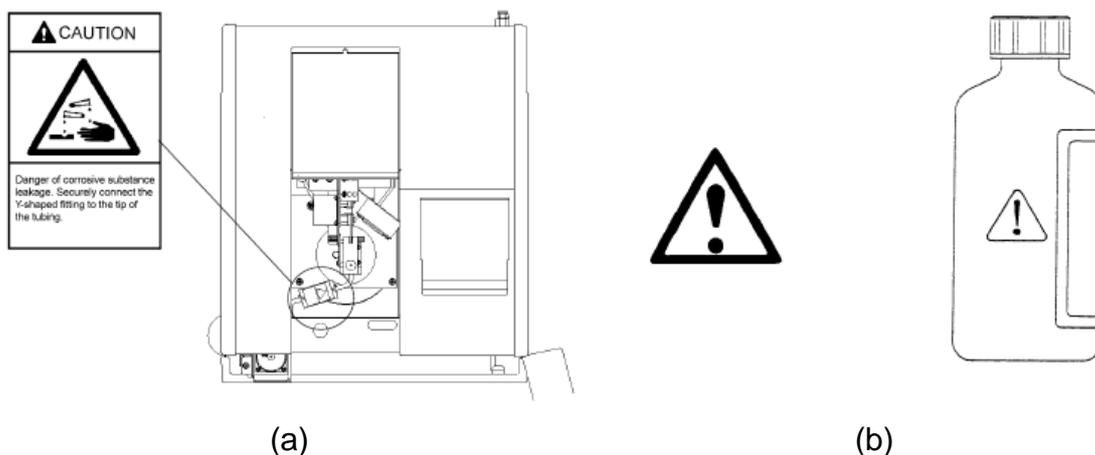

Figura 2.4.2 – Pontos de advertência sobre corrosão no TC (a) e do frasco reagente de IC (b).
O líquido descartado do tubo do dreno conectado ao injetor de carbono total (TC), Figura 2.4.2 (a) contém ácido e outras substâncias corrosivas. Verificar se a ponta do tubo de dreno está seguramente inserida dentro do Y, da mesma forma que o tubo de combustão e do injetor da amostra. A solução para reação de carbono inorgânico (IC) é ácida, Figura 2.4.2 (b). Deve-se tomar o cuidado de não tocar nem derramar a esta solução.